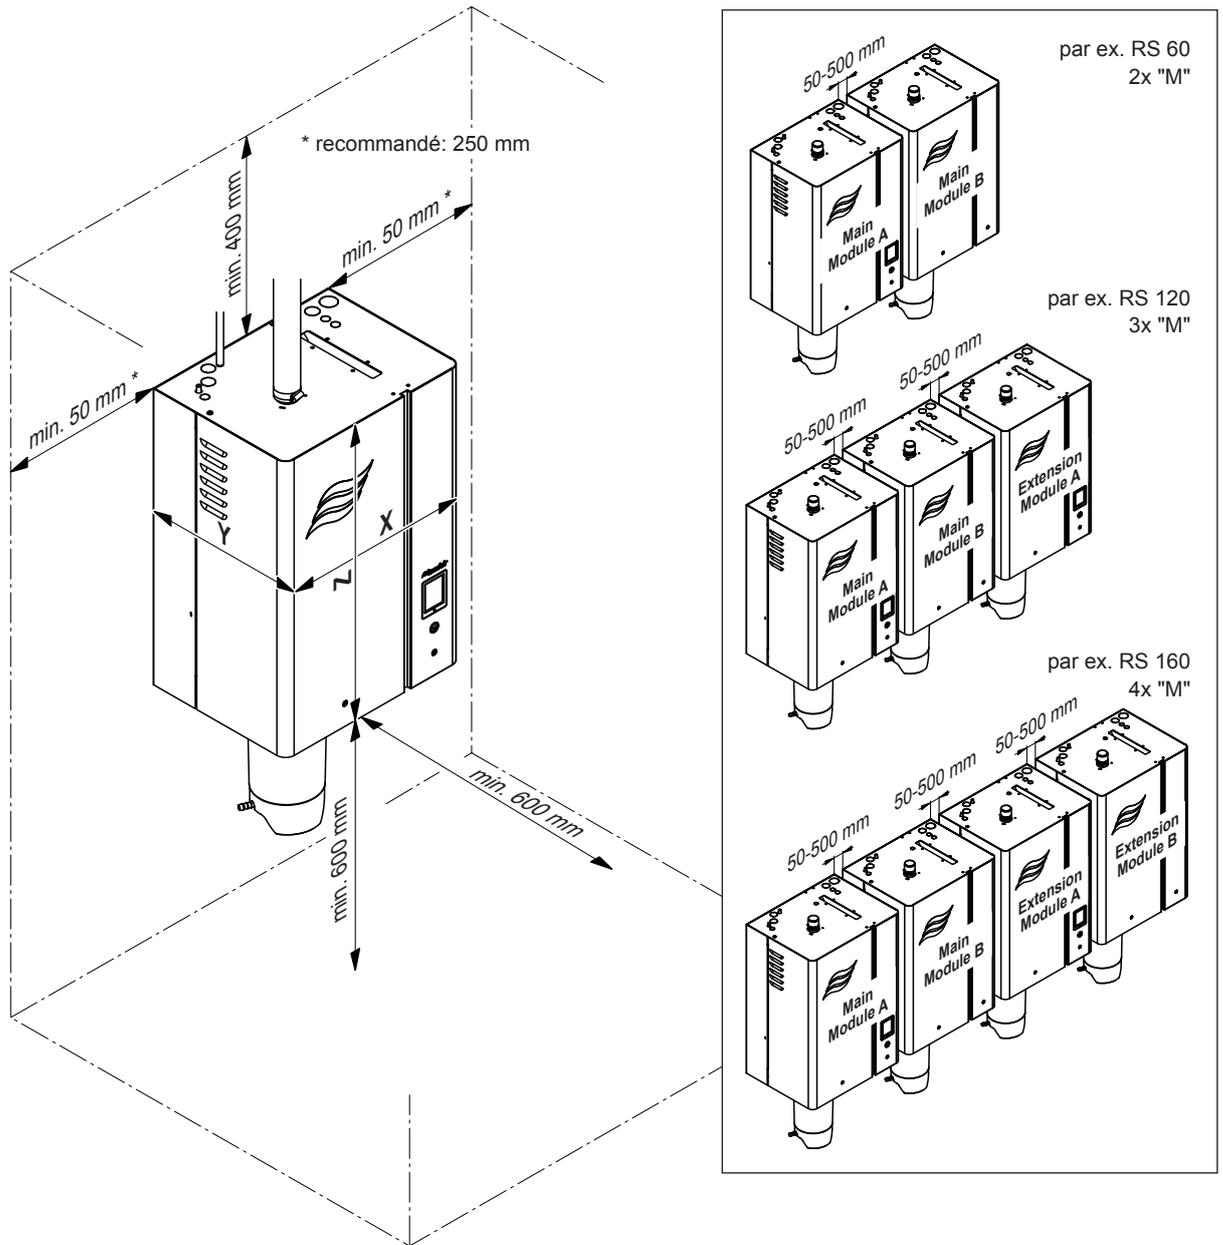

Fig. 9: Distances à respecter
- Placer l'humidificateur d'air à vapeur de telle sorte **qu'il soit bien accessible** et qu'il y ait suffisamment de place pour faire la maintenance. Les **distances minimales** conformément à la Fig. 9 **doivent être respectées**.
- Pour que les câbles livrés puissent être utilisés avec des appareils doubles et systèmes Linkup, les différents appareils doivent être montés dans l'ordre indiqué, à la même hauteur et avec une distance de min. 50 mm à max. 500 mm entre chaque appareil (voir Fig. 9).